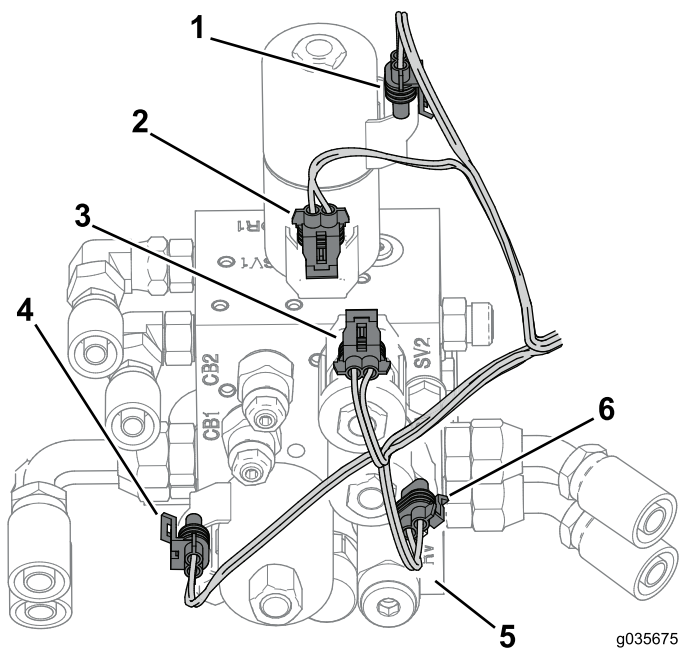

Figure 22
4. Branchez le faisceau de câblage au collecteur hydraulique (Figure 22).